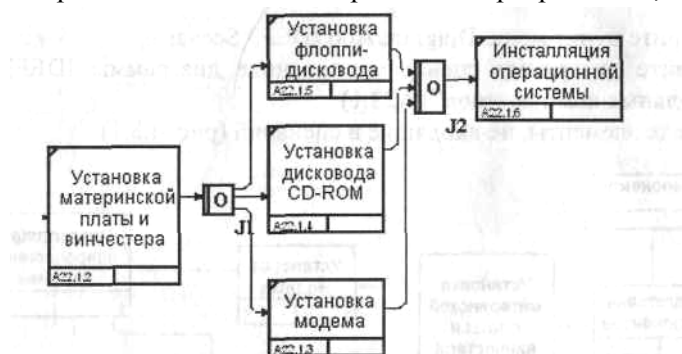

Рис. 3. Диаграмма IDEF3 после создания перекрестков
6. С помощью кнопки  «» на палитре инструментов внесите два перекрестка типа "асинхронное или" и свяжите работы с перекрестками, как показано на рис. 3.